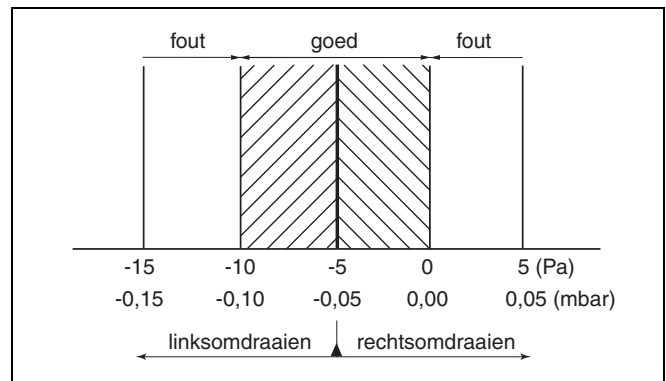
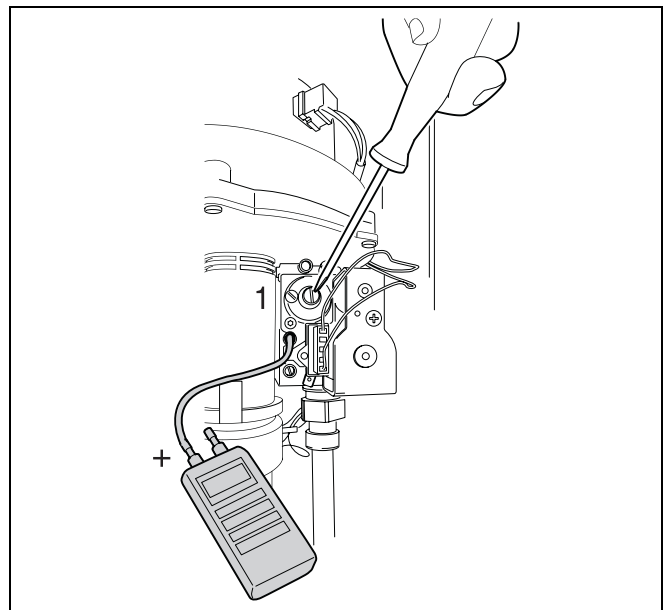

fig. 40 Drukverschil gas/lucht bij laaglast
fig. 41 Instellen gas/lucht-verhouding
- Lees het drukverschil (verhouding gas/lucht) af. Het optimale drukverschil is -5 Pa (-0,05 mbar). Het drukverschil moet liggen tussen -10 en 0 Pa (→ fig. 40). Indien dit niet het geval is, ga dan voor het afstellen als volgt te werk:
- Verwijder de afdekdop met een platte schroevendraaier (→ fig. 41, [1]).
- Stel met een inbusleutel (4 mm) de stelschroef voor de branderdruk (→ fig. 41, [1]) in op het juiste drukverschil (→ fig. 40, Drukverschil gas/lucht bij laaglast).
- Plaats de afdekdop (→ fig. 41, [1]).